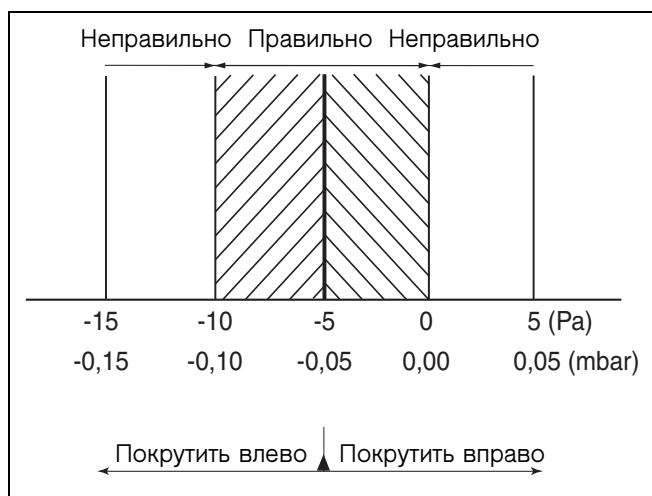

Рис. 33 Разница давления газ/воздух при частичной нагрузке
- Считать с прибора разницу давления (соотношение газ/воздух). Оптимальная разница давления составляет -5 Па (-0,05 мбар). Разница давления должна находиться между -10 и 0 Па (рис. 33). Если этого нет, то необходимо произвести установку следующим образом:
- С помощью ключа с внутренним шестигранником (4 мм) установить установочный винт давления горелки (рис. 34, **поз. 1**) на правильную разницу давления (соотношение газ/воздух, рис. 33).